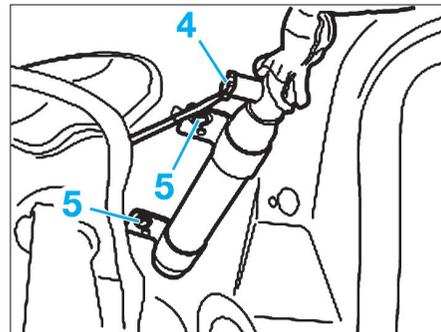

Fig. 15
- Débrancher le connecteur (4) du module de l'airbag rideau situé à l'arrière (Fig.15).
- Déposer les deux vis de fixation du module (5).